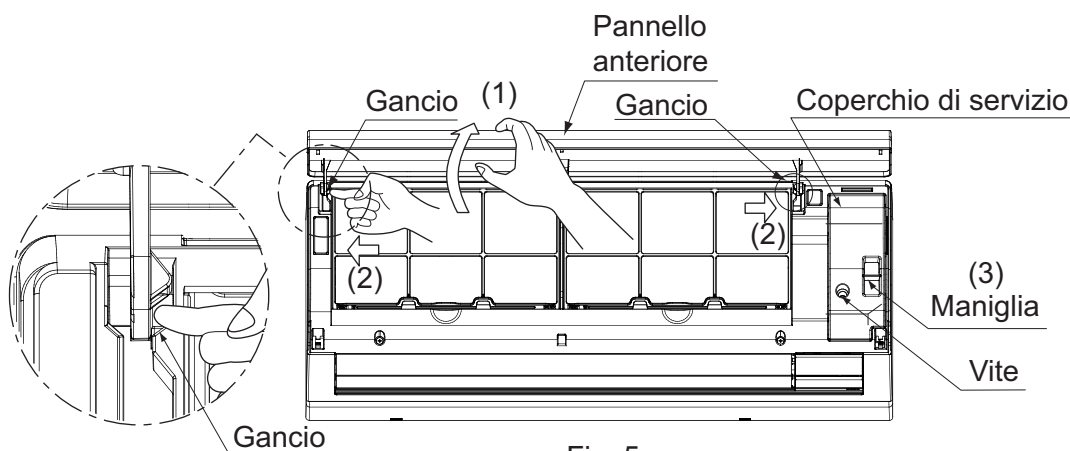

Fig. 5
(4) Rimuovere il pannello anteriore e il coperchio di servizio. **(Fare riferimento alla Fig. 5)**